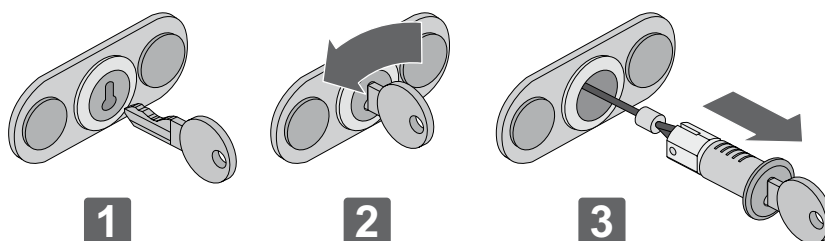

Fig. 3
- **Desbloqueo de cuerda exterior con llave ASB1 (fig. 3):**